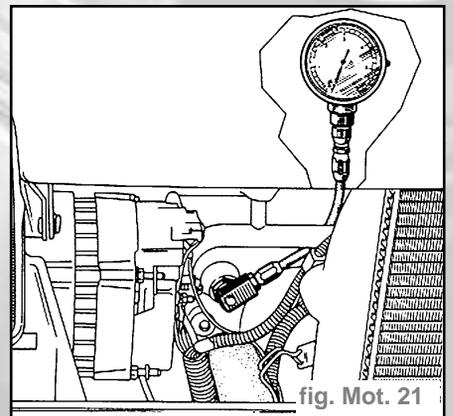

fig. Mot. 21
- Brancher le manomètre **Mot 836-05** à la place du manocontact (fig. Mot. 21).